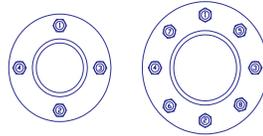

Figura 4
- Use una llave de torsión para completar el procedimiento de apriete. Siga la secuencia correcta según se muestra en la Figura 4. El valor de par de apriete correcto para el material del empaque utilizado puede encontrarse en la Tabla 2. Las tuercas deben apretarse en incrementos de 3 pies-libras.